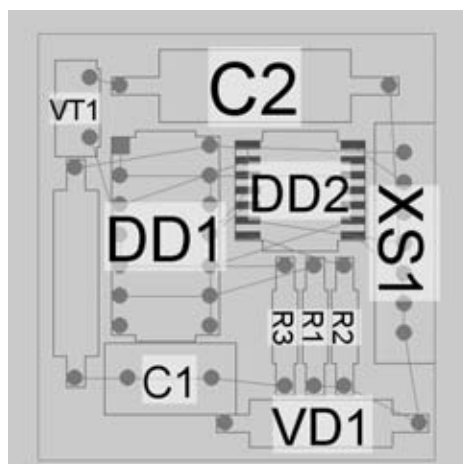

Рис.9.4.8
1. Вначале отобразить позиционные обозначения ЭРЭ. Для этого выполнить команды **View/Labels**. Откроется одноименный диалог (рис.9.4.7). Выбрать **Ref Des**, а в поле **Side** установить обе стороны - **Both**. Нажать **Apply** и щёлкнуть ОК. В центре каждого компонента появится позиционное обозначение (рис.9.4.8).